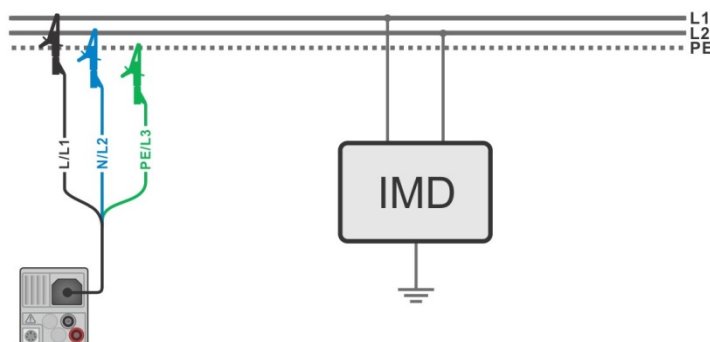
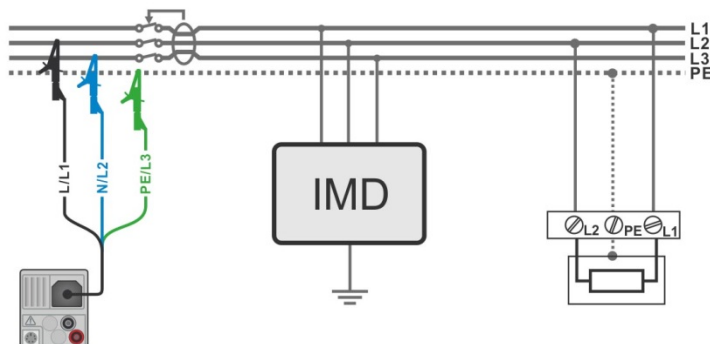

Рисунок 7.68: Измерение наибольшего тока утечки первичного повреждения с 3-проводным кабелем.
Рисунок 7.69: Измерение тока утечки первичного повреждения для цепи с УЗО с 3-проводным кабелем.
- › Подключите измерительные провода к испытываемому объекту, см. **Рисунок 7.68: Измерение наибольшего тока утечки первичного повреждения** и **Рисунок 7.69: Измерение тока утечки первичного повреждения для цепи с УЗО с 3-проводным кабелем**.